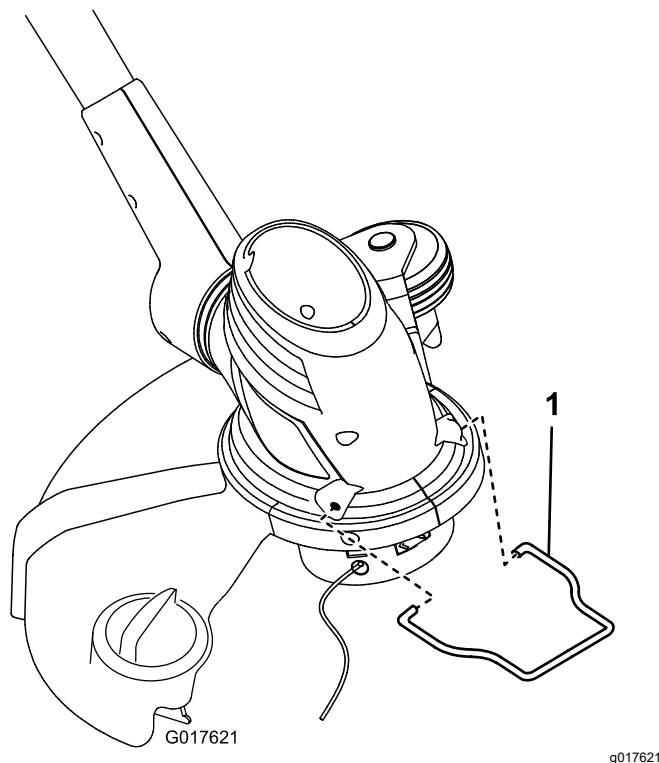

Figure 3
- Insérez les extrémités du protège-bordure dans les trous du carter de la débroussailleuse, comme montré à la Figure 3.